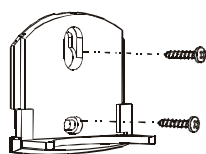

Fig. 15
3. Monteer het beslag met de bijgeleverde schroeven aan het plafond of de wand. Fig. 15 en 16